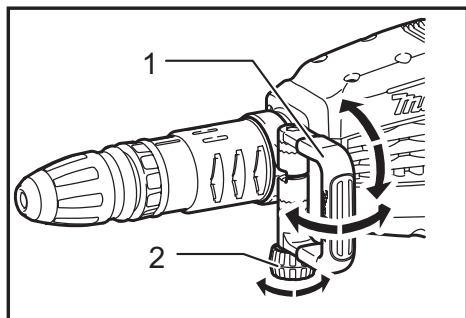

Fig.4
► **Fig.4:** 1. Side handle 2. Clamp nut